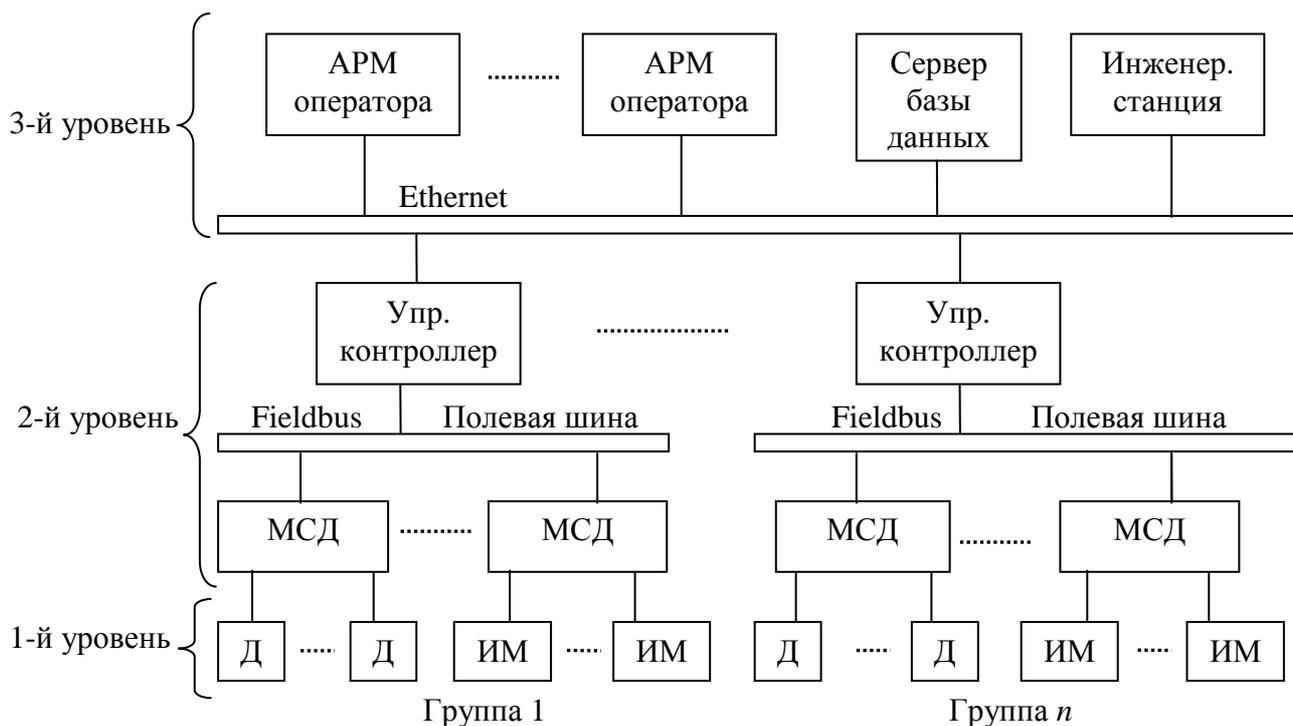

Рисунок 1.1 – Типовая техническая структура PCSU.
*Итак: Цифровые сети, обеспечивающие информационные потоки между датчиками, контроллерами и исполнительными механизмами, называются «промышленные сети» (Fieldbus, полевая шина). На схеме рис. 1.1 модули цифровой сети условно показаны в виде прямоугольников, без расшифровки ее составных элементов (коммутаторы, маршрутизаторы, распределители и т. д.).*